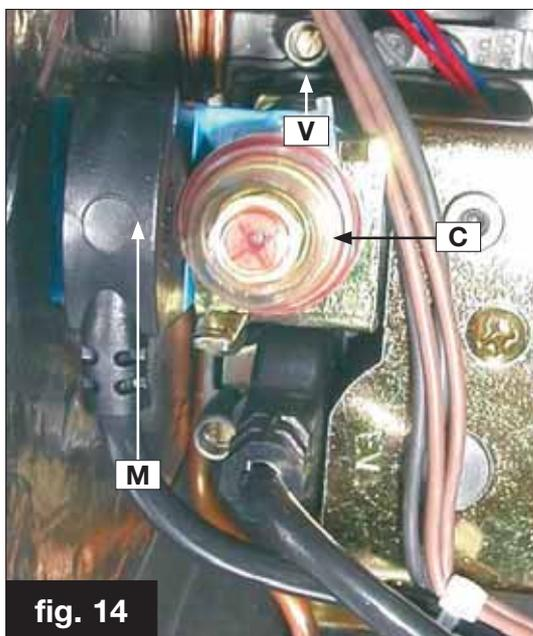

fig. 14
- rimuovere il coperchio in plastica C (fig. 14), posto alla sommità della bobina del modulatore, che protegge le viti di regolazione del regolatore di pressione;
- collegare un manometro alla presa di pressione V di fig. 14 (dopo aver allentato la vite);
- scollegare elettricamente la bobina del modulatore M (fig. 14);
- rimontare il coperchio in plastica C (fig. 14);